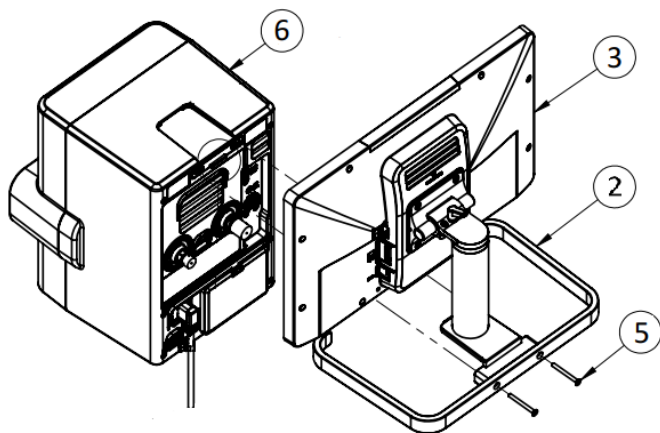

Fig. 3-6 Montaje del monitor sobre la unidad ventilatoria.
Montar el conjunto monitor (3) con la base (2) sobre la unidad ventilatoria (6) desde su cara posterior, deslizando la base por dentro del rebaje superior del gabinete de manera que coincidan los encastres. Asegurar el montaje ajustando los tornillos (5) (Fig. 3-6).